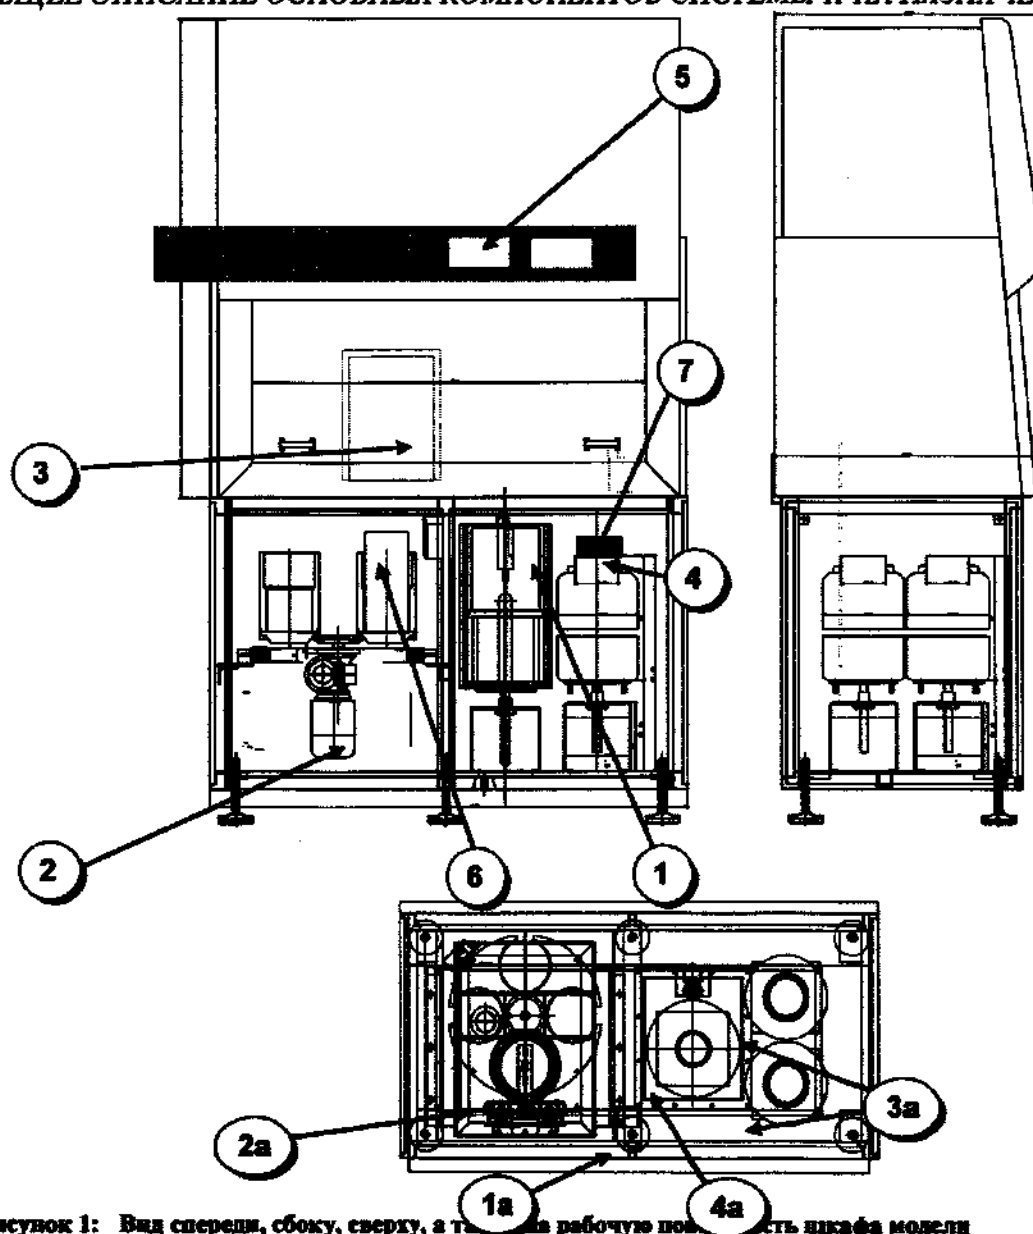
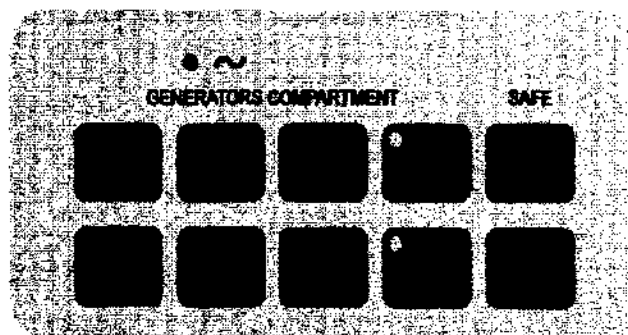

Рисунок 1: Вид спереди, сбоку, сверху, а также на рабочую зону и на часть шкафа модели
Рис. 3: Панель управления генераторами
- * Мобильную тележку, для загрузки до 4-х генераторов Тс-99m, размещенных на вращающейся платформе с электромеханическим подъемником, предназначенным для выбора одного из четырех генераторов и его подъема в Операционный отсек (Поз. 2, Рис. 1). Таким образом, каждый из генераторов становится легко доступным, располагаясь прямо под уровнем рабочей поверхности. Поворотный и подъемный механизмы с четырьмя генераторами размещены на мобильной тележке для быстрой и легкой замены генераторов. Доступ к мобильной тележке, выдвигающейся из передней стороны шкафа, осуществляется с помощью открытия экранированной дверцы.
- * Отсек для камеры калибратора активности (эквивалент защиты 20 мм Pb) с системой автоматической установки держателя флакона (Поз. 1, Рис. 1). Доступ к электромеханическому подъемнику осуществляется через две экранированные дверцы.
- * Отделение для хранения отходов с контейнерами для отходов и сменные экранированные вставки с эквивалентом защиты 10 мм Pb. Доступ к хранилищу отходов осуществляется через дверцу Сервисного отсека. (Поз. 1, Рис. 1)
- * Отверстие для доступа к выбранному генератору (Поз. 2а, Рис. 1)
- * Отверстие для доступа к камере калибратора изотопов с автоматической системой помещения флакона в камеру (Поз. 4а, Рис. 1)
- * Отверстие для доступа к контейнеру твердых отходов (Поз. 3а, Рис. 1)
- * Сдвижное окно из свинцового стекла, эквивалент защиты 10 мм, размер окна 350 x 500 мм (Поз. 3, Рис. 1).
- главный выключатель (Поз. 7, Рис. 1) расположенный на панели включения питания (Поз. 4, Рис. 1), обеспечивает подачу питания на все компоненты СИСТЕМЫ МАНИПУЛЯЦИИ;
- четыре кнопки (1, 2, 3, 4 на Рис. 3), расположенные на панели управления генераторами (Поз. 5, Рис. 1), оснащены световыми индикаторами. Эти кнопки позволяют выбирать один из четырех генераторов. Информация о выбранном генераторе отображается с помощью светового индикатора;
- две кнопки перемещения подъемника генератора “ВВЕРХ” и “ВНИЗ” (см. Рис. 3). Данные кнопки также оснащены световой индикацией: зеленого света (когда генератор находится в нижней позиции, на платформе в Сервисном отсеке) и красного света (когда генератор находится в верхней позиции, в Операционном отсеке);
- кнопка управления блокировкой безопасности “OPEN” (Рис. 3) открывает/закрывает дверцу доступа к мобильной тележке. Открытие створки возможно, только если подъемник с генератором находится в Сервисном отсеке в нижнем положении и горит соответствующий зеленый индикатор.
- в случае пропадания напряжения в сети, можно снять блокировку безопасности “OPEN” с помощью отвертки (расположение отверстия - Поз. 6, Рис.1) см. § 3.3.
- если горит красный индикатор, что означает, что подъемник находится в верхней позиции в Операционном отсеке, нажмите кнопку “ВНИЗ” (Рис. 3) и дождитесь, пока загорится зеленый световой индикатор;
- откройте дверь (Поз. 2, Рис. 1) и осторожно извлеките тележку, убедившись, что нет никаких помех и препятствий;
- извлеките либо установите генератор в защитный цилиндр. Обратите внимание, что на вращающейся платформе каждому положению соответствует кнопка выбора генератора (кнопки 1, 2, 3, 4, Рис. 3), поэтому рекомендуется записать, какой цифре соответствует каждый вновь установленный генератор;
Убедитесь, что активен световой индикатор на кнопке “ВНИЗ” (Рис. 3); в ином случае должен гореть красный индикатор “ВВЕРХ” (Рис. 3), в этом случае нажмите кнопку “ВНИЗ” и дождитесь, когда загорится зеленый световой индикатор. Выберите нужный генератор с помощью кнопок 1, 2, 3, 4 (Рис. 3).
- для этого нажмите кнопку “ВВЕРХ” (Рис. 3) для включения подъемного механизма генератора.
- дождитесь загорания светового индикатора кнопки “ВВЕРХ” (Рис. 3)